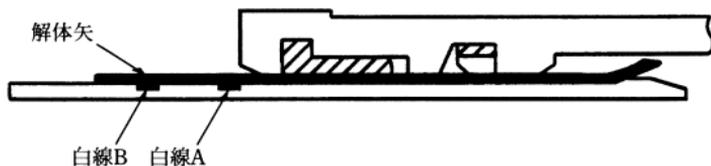
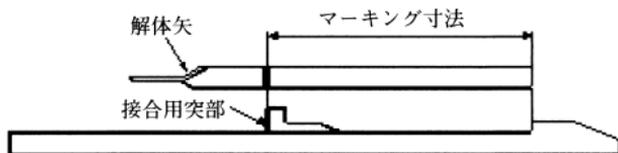

図88 解体矢の挿入が異常な状態
図89 解体矢のマーキング位置
- (3) この時、図88のように①挿入が足りない状態、②挿入し過ぎた状態では解体できない。解体矢には図89に示すようにマーキングし、マーキングが白線位置と一致するまで解体矢を打ち込み、図87の正常な状態となるようにする。